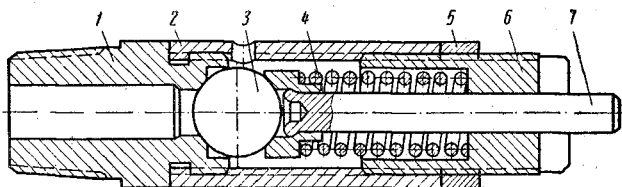

Рис. 68. Предохранительный клапан:
**Предохранительный клапан** (рис. 68). Этот клапан предназначен для предохранения пневматической системы от чрезмерного повышения давления при порче автоматического регулятора давления. Клапан установлен на переднем правом баллоне.